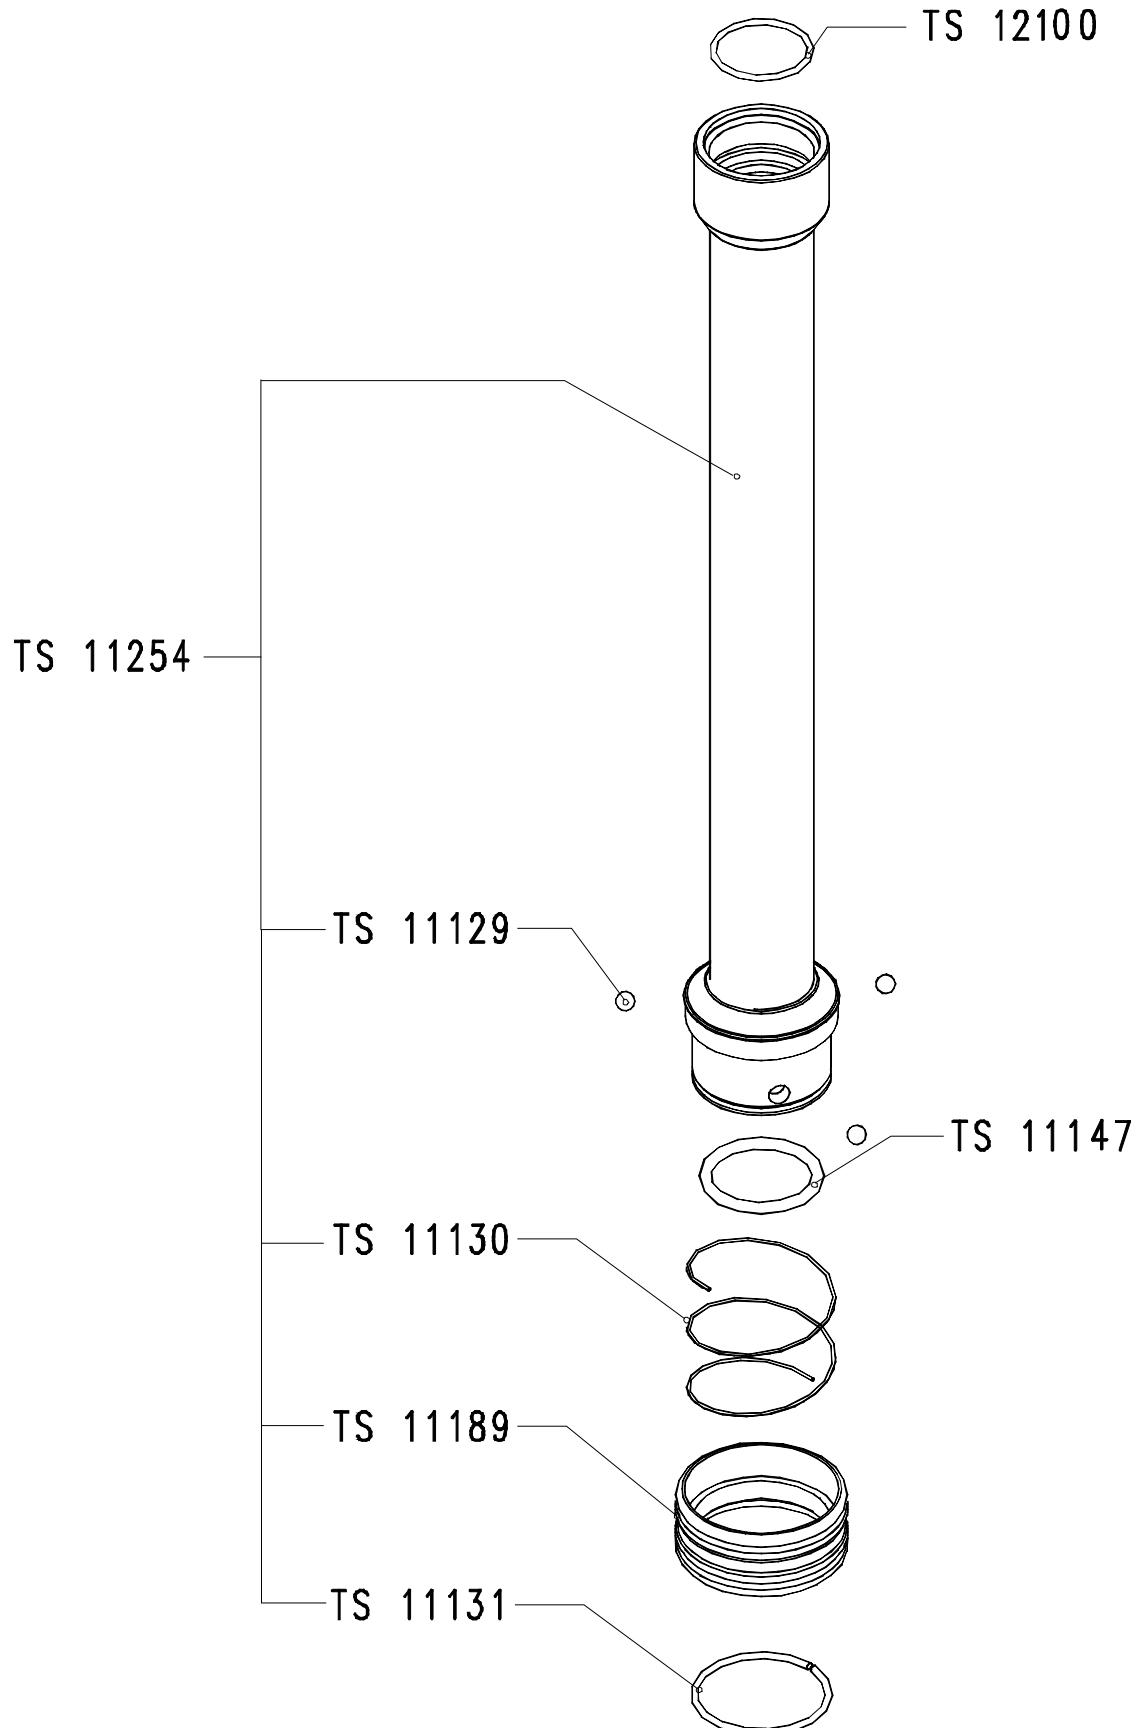

Рисунок 13-5: защитная трубка SS1-Q1 TS 10186, запчасти
- Рисунок 13-5: защитная трубка SS1-Q1 TS 10186, запчасти